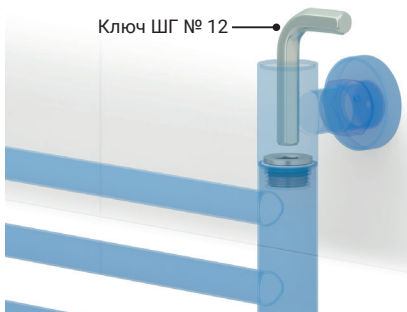
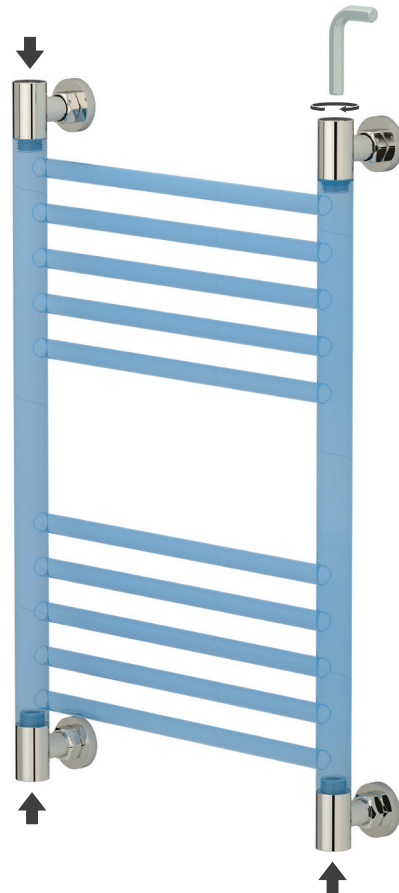

Рис. 9
Рис. 10
3.4. Произведите протяжку (рис. 9) всех мест соединения в глухих и проходных угловых корпусах с коллектором (рис. 10).